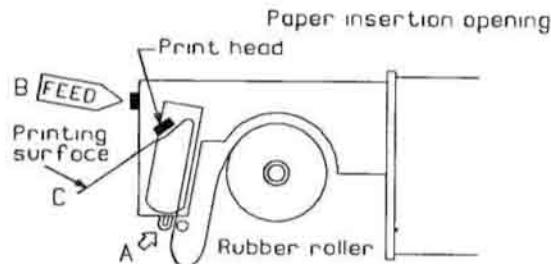

FIGURE 2
3. Осторожно введите бумагу лицевой стороной вниз в просвет для ввода бумаги (A) (Рис. 2). Нажимайте на клавишу В подачи бумаги до тех пор, пока последняя не выйдет из печатающей головки С.